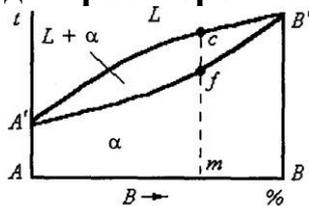

Рис. 24
59. Каким отрезком определяется концентрация компонента А в точке  $m$  диаграммы состояния (рис. 24)?